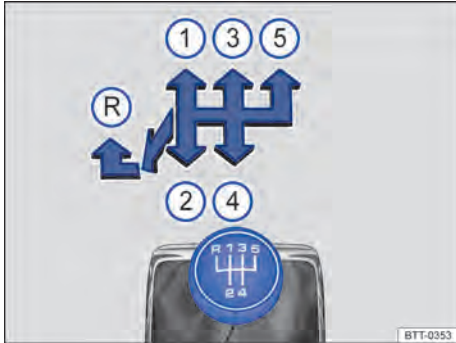
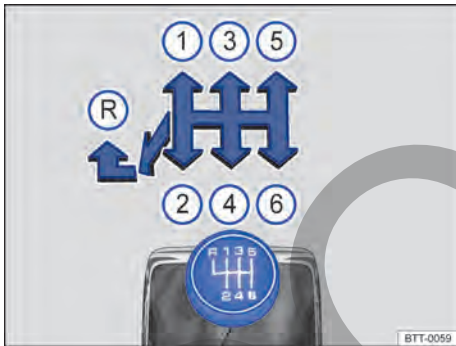

Fig. 106 Esquema de las marchas de un cambio manual de 5 marchas.
Fig. 107 Esquema de las marchas de un cambio manual de 6 marchas.
En la palanca de cambios están representadas las posiciones de cada una de las marchas → fig. 106 o → fig. 107.
- Mueva la palanca de cambios completamente hacia la izquierda y a continuación hacia delante para situarla en la posición de la marcha atrás → fig. 106 (R) o → fig. 107 (R).